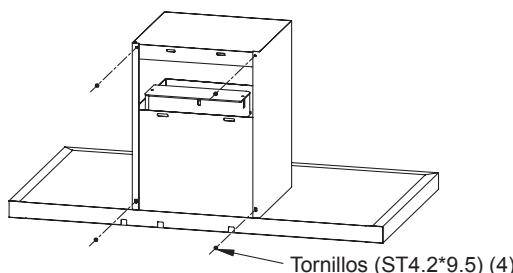

Fig.4
- Sujetar placa de instalación para chimenea y panel en forma de U, ver la imagen de referencia (fig.4).